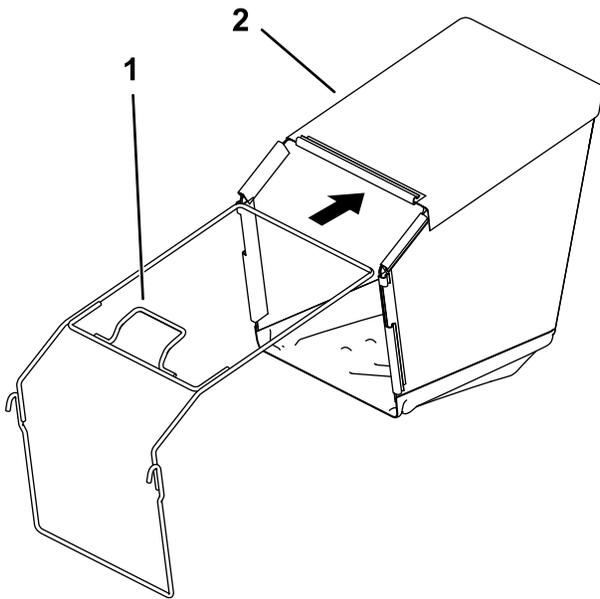

図 6
2. 集草バッグ内部にフレームをセットするハンドルを集草バッグの上にする 図 6。